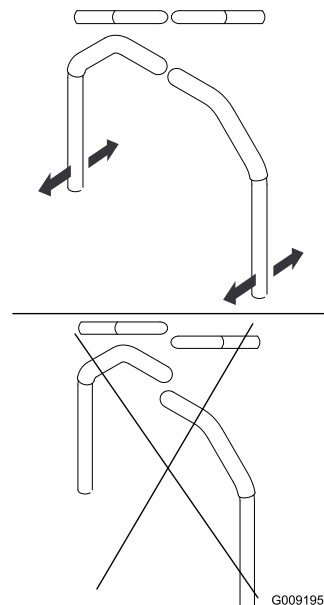

Figure 81
4. Réglez l'alignement avant/arrière des leviers en les plaçant tous deux à la position POINT MORT, puis faites-les coulisser jusqu'à ce qu'ils soient alignés, et serrez les boulons (Figure 81).